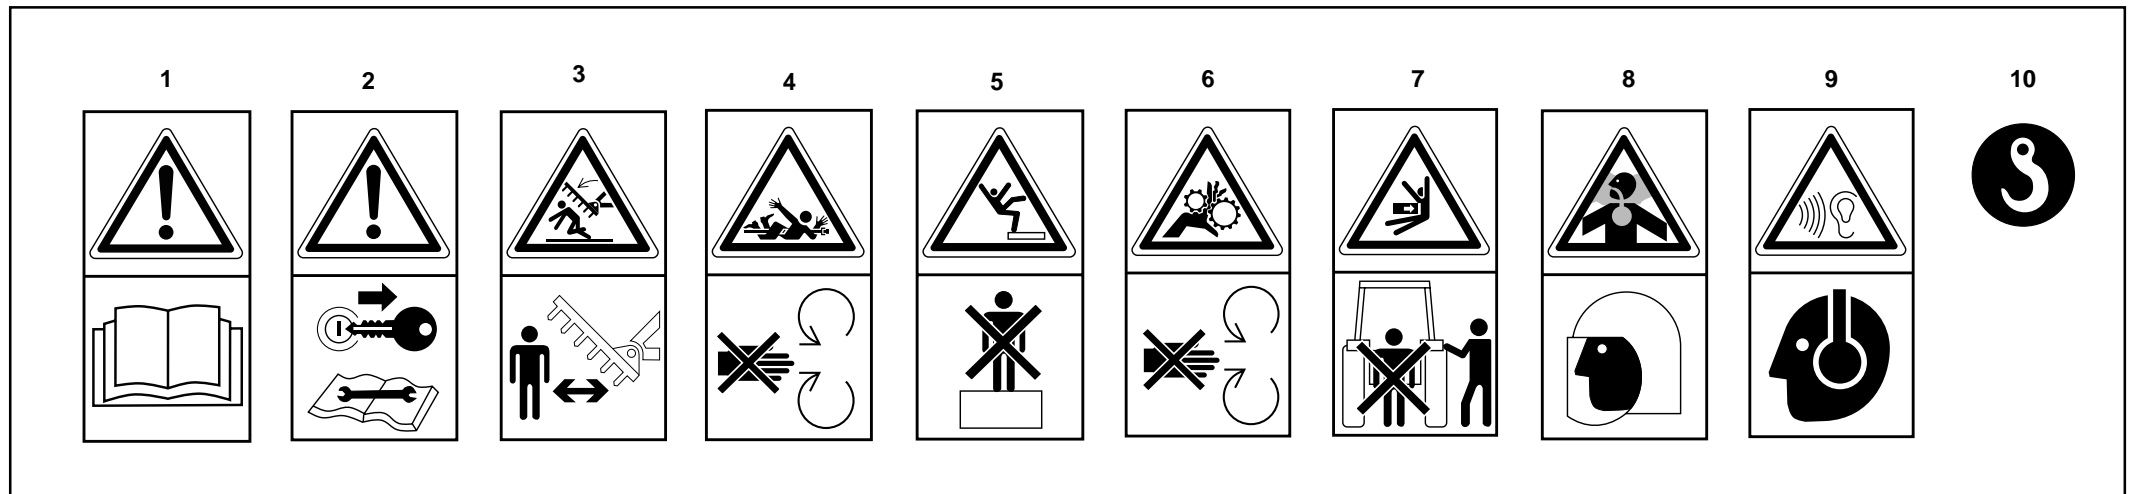

Fig. 3
I segnali descritti in Fig. 3, sono riportati sulla macchina. Tenerli puliti e sostituirli se staccati o illeggibili. Leggere attentamente quanto descritto e memorizzare il loro significato.
*The signs described in fig. 3 are reproduced on the machine. Keep them clean and replace them if they should come off or become illegible. Carefully read each description and learn their meanings by heart.*
Die in Abb. 3 beschriebenen Signale sind an der Maschine angebracht. Sauber halten und wechseln, falls sie abfallen oder unleserlich werden. Die Beschreibung aufmerksam lesen und die Bedeutung der Signale gut dem Gedächtnis einprägen.
*Les signaux décrits dans la Figure 3 sont indiqués sur la machine. Nettoyer et remplacer ces signaux s'ils sont détachés ou illisibles. Lire avec attention la description et mémoriser son sens.*
Las señales descritas en la Fig. 3 están colocadas en la máquina. Mantenerlas limpias y reemplazarlas si se desprenden o se vuelven ilegibles. Leer minuciosamente lo descrito y memorizar su significado.